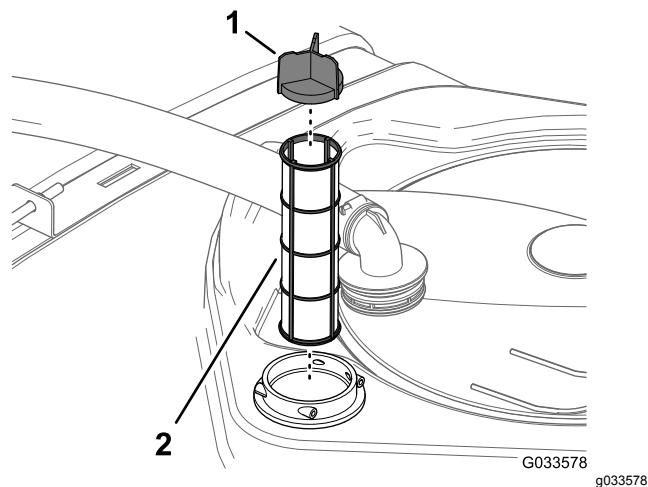

Bild 78
4. Ziehen Sie das Saugsieb aus dem Filtergehäuse im Behälter (**Bild 78**).